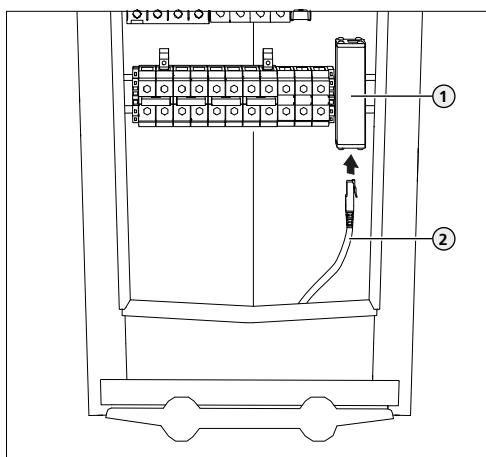

Fig. 17: Conexión Ethernet
- ➔ "Fig. 17: Conexión Ethernet"